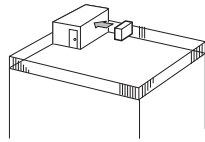

Fig. 2-3
- (1) Rikta luftutloppet mot närmaste tillgängliga vägg 35 cm från väggen. (Fig. 2-3)